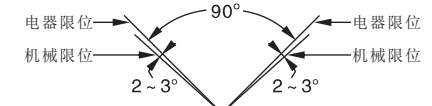

图6
- ★执行机构的电器限位和机械限位位置必须满足(图6)要求,如果机械限位超前或重合电器限位,将会造成执行机构堵转、发热,甚至导致电机烧坏。